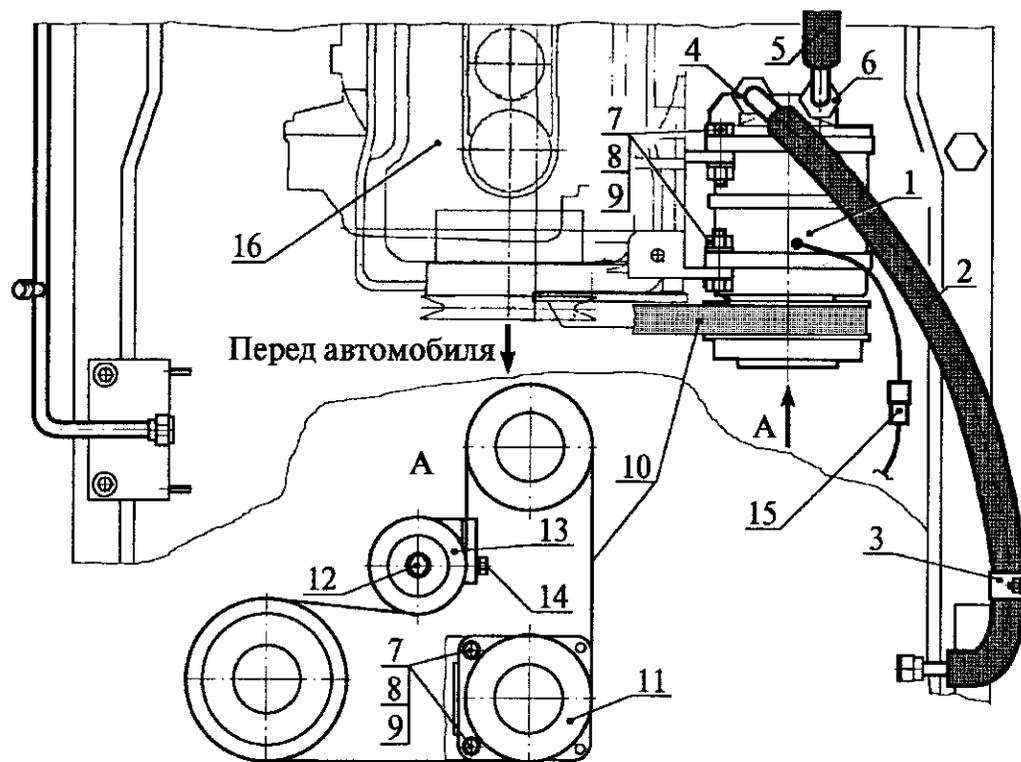

Рис. 10. Снятие компрессора:
4.7. Снять компрессор 1 (рис. 10)